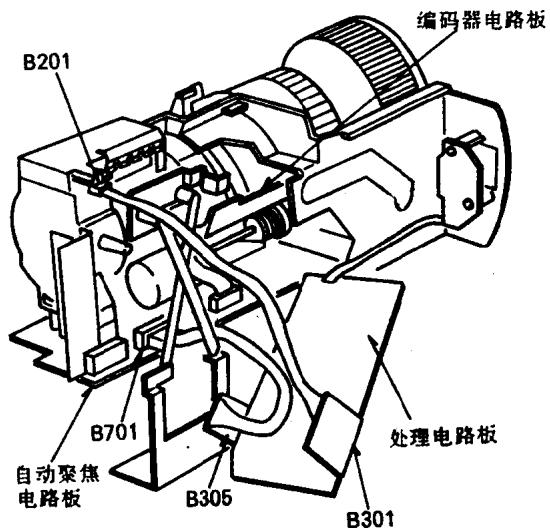

图 T4
在维修摄像装置时, 如图 T4 所示, 连接 18 芯伸长电缆线 (B) (VFK0380×2 根) 是十分必要的。